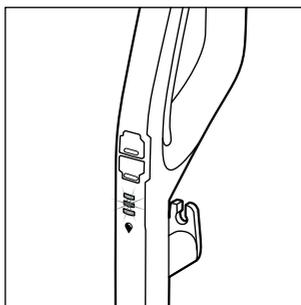

Afb. 17
- ◆ Druk op de schakelaar tapijtvloer  **18** om het apparaat in te schakelen (zie afb. 17). De LED van de schakelaar tapijtvloer  **18** licht blauw op.
- ◆ Druk opnieuw op de schakelaar tapijtvloer  **15** om het apparaat uit te schakelen (zie afb. 17).